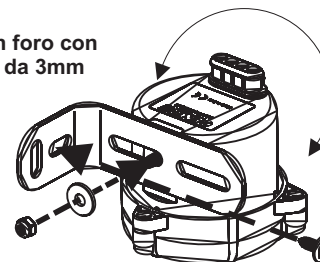

Fig.1
- La staffa metallica di fissaggio può essere posizionata sia dal lato lungo che dal lato corto. (Fig.1).